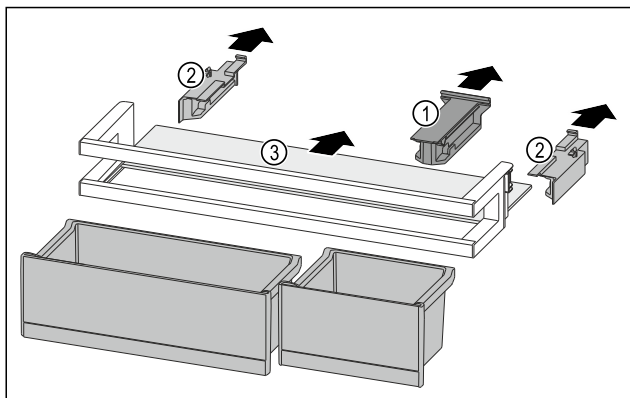

Fig. 275
- Træk holdesektionen Fig. 275 (1) af.
- Træk sidesektionerne Fig. 275 (2) af.
- Tag hylden Fig. 275 (3) ud.